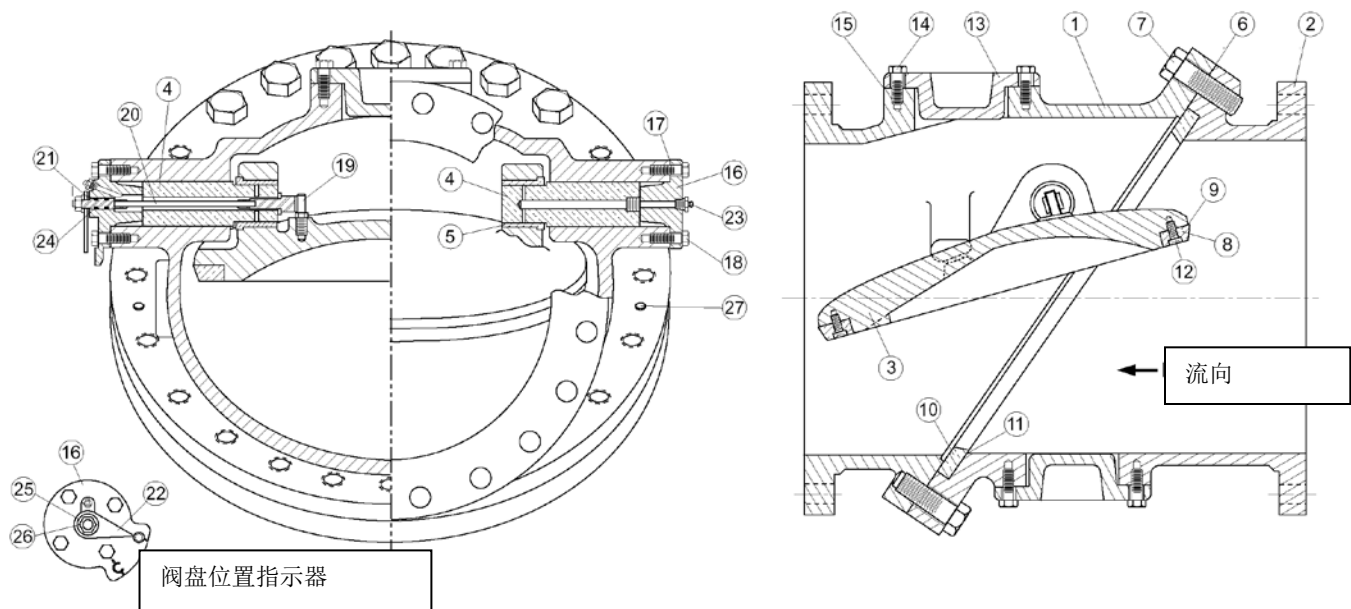

图 2 阀门基本机构
标准斜盘止回阀设计简单，由铸铁制成。如需了解非标准铸铁结构的阀门，请参阅订购所需提交的具体材料列表。内部金属部件为铝青铜或不锈钢材质。安装在阀体 (1) 中的枢轴销 (4) 可支持阀盘 (3)。润滑脂装置 (23) 可用于枢轴销定期的润滑。阀门结构的一般细节信息如图 2 所示。
应从管道中拆下阀门，以进行进一步拆卸。对阀门执行所有的操作都应由技术人员使用正确的工具进行操作。请参阅图 2。